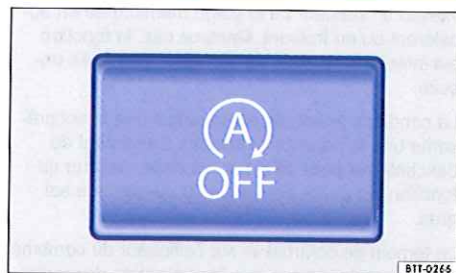

Fig. 154 Dans la partie inférieure de la console centrale : touche du système Start/Stop.
- Appuyez sur la touche  dans la console centrale ⇒ fig. 154.